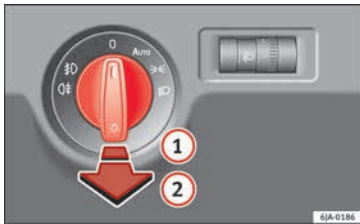

Abb. 132 Kombiinstrument: Lichtschalter
- Drehen Sie zunächst den Lichtschalter » Abb. 132 in die Stellung »☺, ☹☺ oder AUTO.
- Ziehen Sie den Lichtschalter in die Position ①.
- Drehen Sie zunächst den Lichtschalter » Abb. 132 » Seite 133 in die Stellung »☺, ☹☺ oder AUTO.
- Ziehen Sie den Lichtschalter in die Position ②.